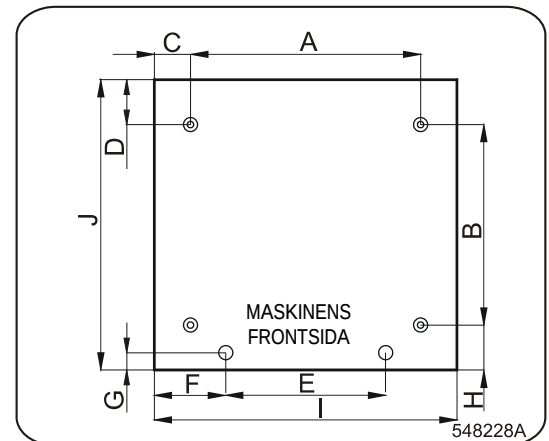

Fig. 5 Avfjädrade maskiner
- Borra två hål där ankarbultar kommer att placeras i, fig. 5.